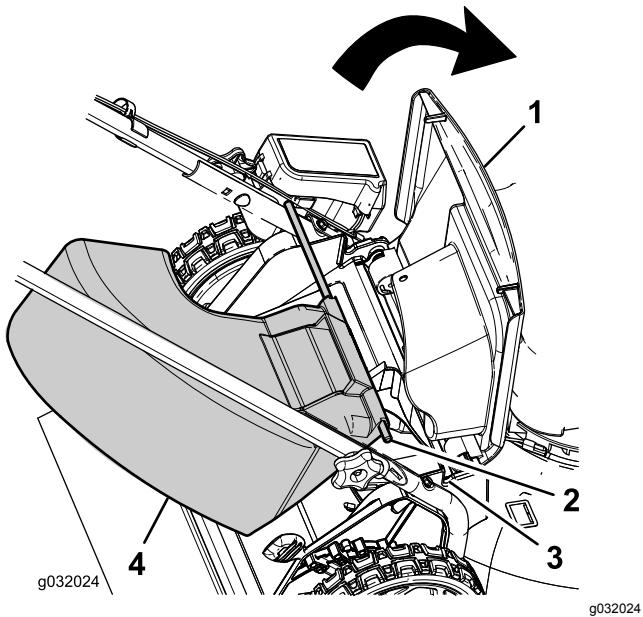

Рисунок 15
- Поднимите задний отражатель (Рисунок 15).
- Вставьте концы стержней желоба для бокового выброса в пазы кронштейнов рукоятки (Рисунок 15).